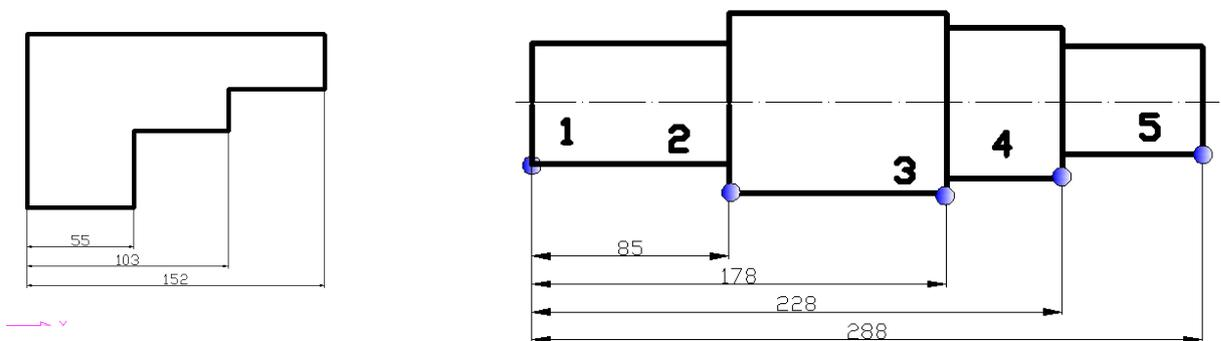

Рис.5.47. Примеры построения базового размера
Следующая последовательность действий осуществляет простановку базового размера для фрагмента чертежа детали ступенчатой конструктивной формы (Рис.5.47).
- ◆ На чертеже нанести первый базовый размер обычной командой, например **Размеры/Линейный** (например, на *Рис.5.47* это размер 85 мм - расстояние между точками 1,2);